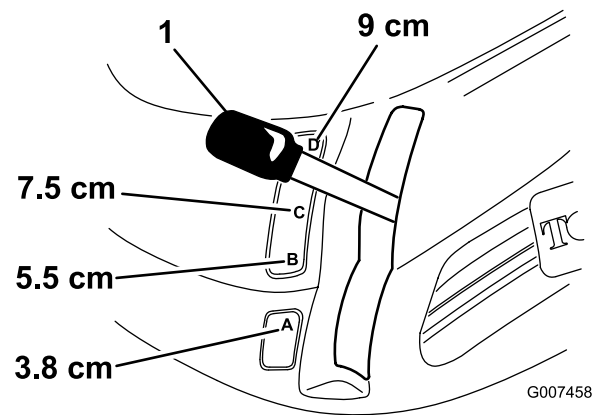

Figura 8
2. Tire de la palanca de ajuste de la altura de corte del tractor, colóquela en la posición deseada y suelte la palanca lentamente hasta que quede retenida en la muesca (Figura 8).